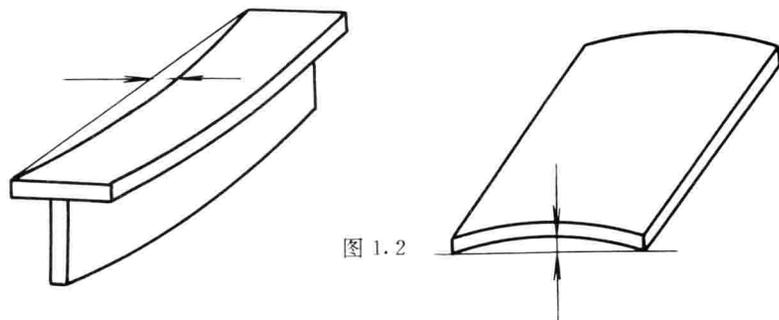

图 1.2
10. 用火焰矫正方法矫正图 1.2 所示构件的变形, 在图 1.2 中画出加热的位置和形状。